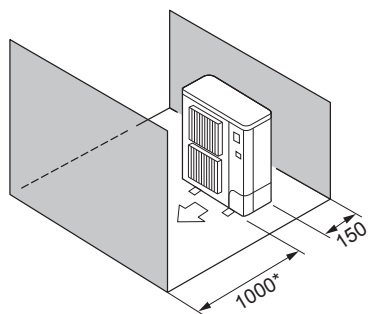

Fig. 2-7
- ⑤ Miejsce ograniczone tylko z przodu i z tyłu (Fig. 2-7)